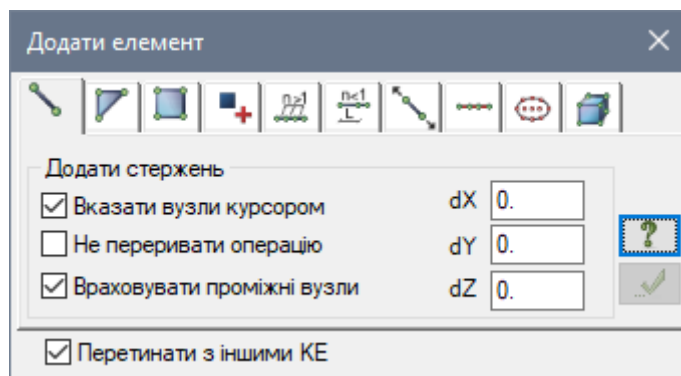

Рис. 9.8. Діалогове вікно **Додати елемент**
- На першій вкладці встановіть прапорець **За номерами вузлів** та введіть номери вузлів № 43, 58, 263, 278, 398, 428, 1138, 1168 (рис. 9.8).
- Відкрийте діалогове вікно **Додати елемент** (рис. 9.8) натиснувши на кнопку  – **Додати елемент** (панель **Створення** на вкладці **Створення та редагування**).